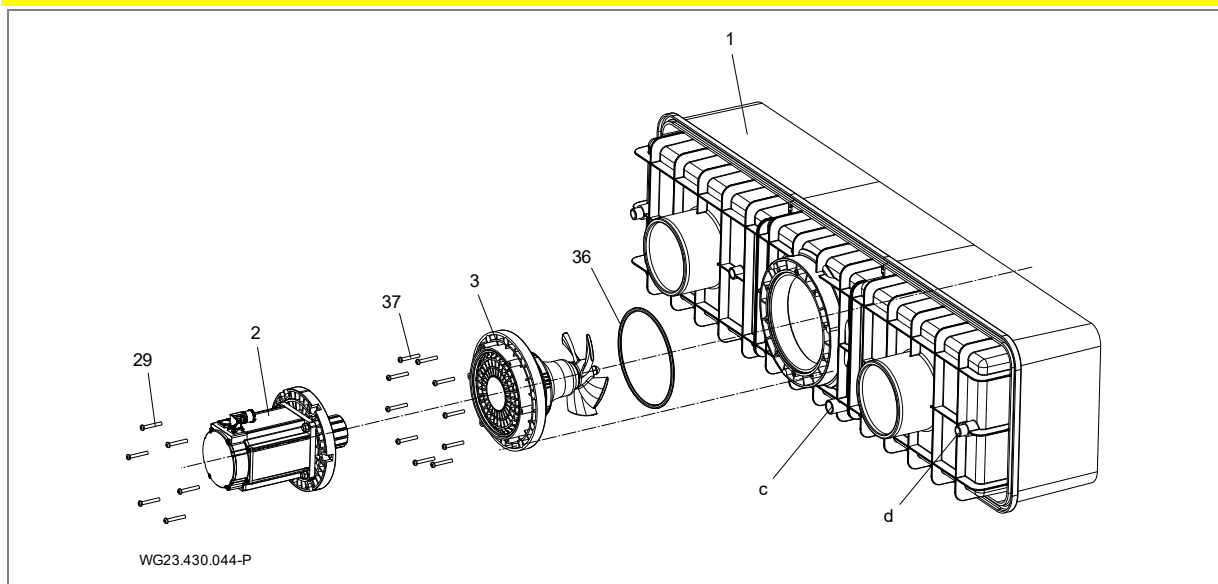

Bild 16
1. Avfetta anslutningsmuffarna (d, (Bild 16)) på plasthöljet (1) och anslutningsbussningen från kabelskyddsslangen (12) med PVC-U/ABS-rengöringsmedel.
Anläggningen ska placeras i ett schakt som angränsar till poolkanten. I uppställningsrummet måste det finnas en problemfri ventilation och avluftning och tillräckligt markavlopp. Det måste finnas möjlighet att fästa frekvensomformaren och kopplingskåpet samt kabelskyddsslangen (helst ovanför vattennivån). I schaktet måste det finnas en anslutning till en potentialutjämning. Se "Bild 16" på sida 22.